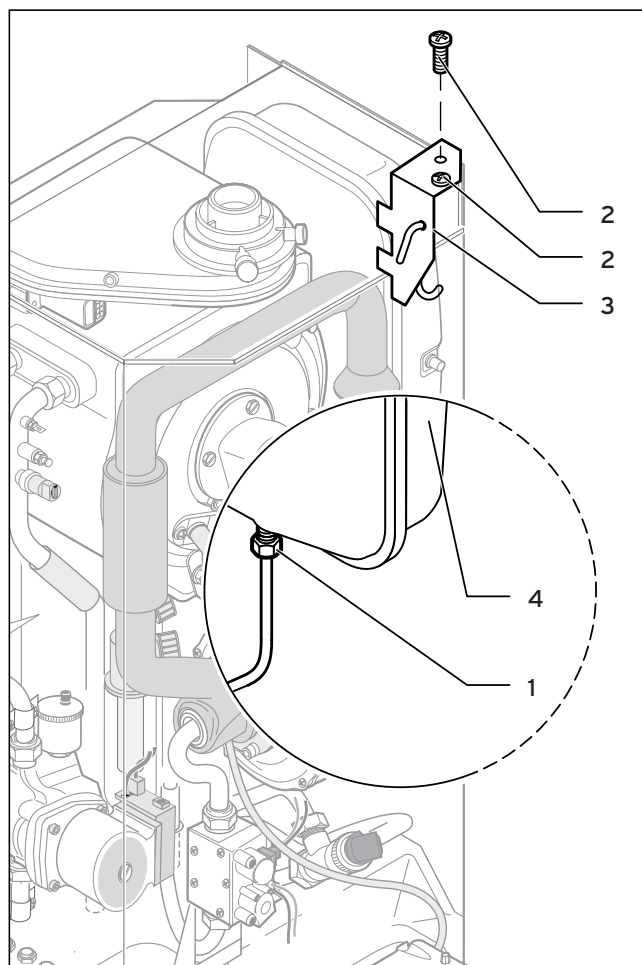

Fig. 8.6 Sostituire il vaso di espansione
- Allentare il raccordo (1, fig. 8.6) al collegamento dell'acqua sul lato inferiore del vaso di espansione.
- Allentare le due viti (2) della lamiera di supporto (3) e rimuovere la lamiera di supporto.
- Estrarre il vaso di espansione (4) in avanti.